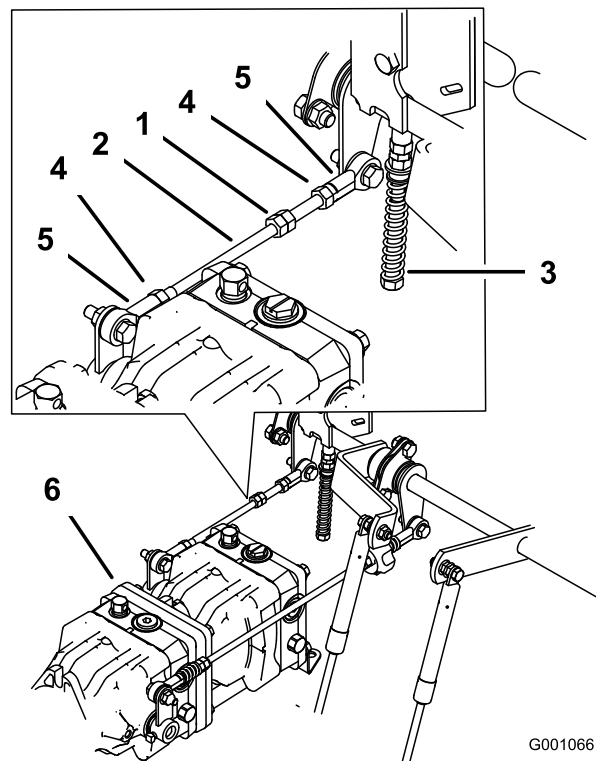

Figura 82
- Apriete las contratuercas de las articulaciones esféricas (Figura 82).
- Afloje las contratuercas de la articulación esférica de la varilla de control de la bomba (Figura 82).
- Ajuste la longitud de la varilla de la bomba girando las tuercas dobles de la varilla, en el sentido apropiado, hasta que la rueda quede estacionaria o se mueva muy lentamente en marcha atrás (Figura 82).